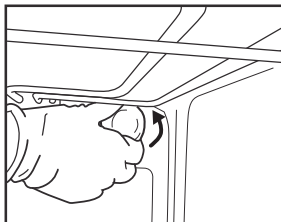
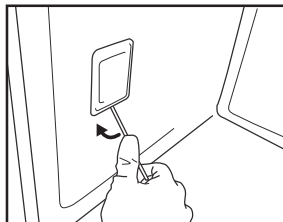

Fig. 6
Fig. 7
2. Skru lampeglasset af (fig. 6), skift pæren ud (se bemærkningen angående type), og skru lampeglasset på igen (fig. 7).
3. Skub forsigtigt lampeglasset af med en skruetrækker (fig. 7).